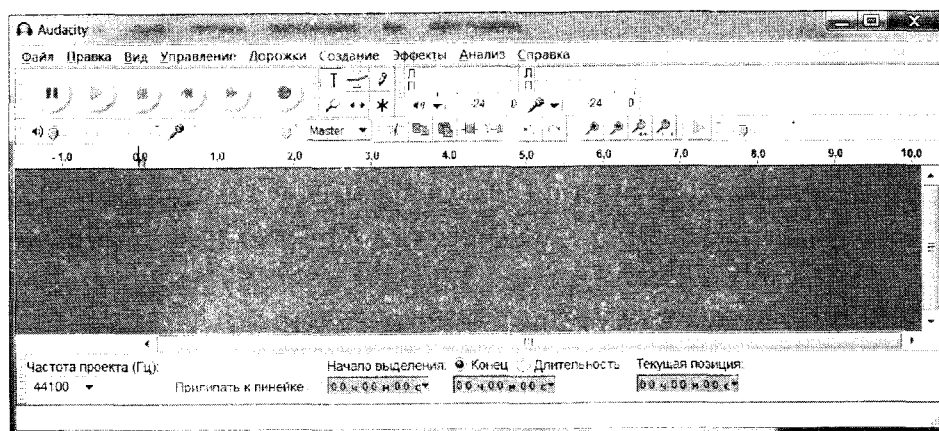

Рис. 18. Окно звукового редактора Audacity
1. Запустите звуковой редактор (рис. 18):